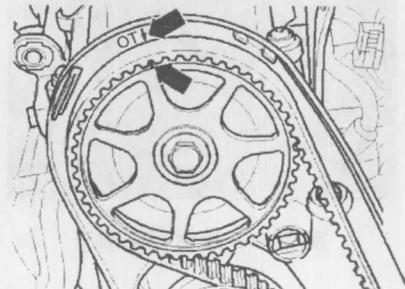
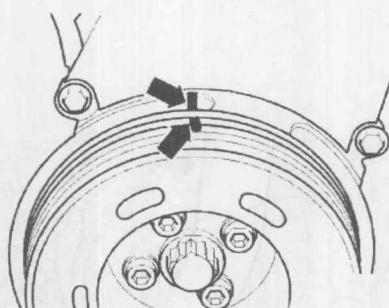
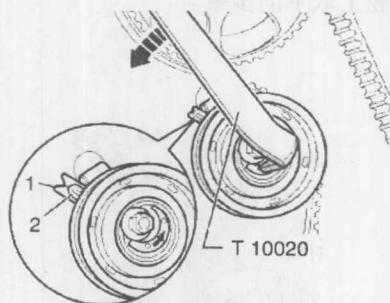

图1-4-4 对齐正时标记
图1-4-5 曲轴带轮的正时标记
图1-4-6 转动旋转器位置
⑬转动着将凸轮轴正时齿轮安装到曲轴上至1缸上止点位置。凸轮轴正时齿轮的标记必须与同步带护罩的箭头齐平，如图1-4-4所示。
⑭标记同步带的转动方向。
⑮松开带轮并将同步带取下。
⑯将曲轴略微向反方向旋转。
①将同步带放到曲轴齿轮和水泵上（注意转动方向）。
②将凸轮轴正时齿轮上的标记和同步带护罩上的标记调节到互相重合，如图1-4-4所示。
③安装中部和下部同步带护罩。
④用新螺栓安装上减振器/带盘。拧紧力矩： $10 \text{ N} \cdot \text{m} + 90^\circ$ 。
⑤将减振器上的曲轴置于1缸1的上止点，如图1-4-5所示。
⑥将同步带放在带轮和凸轮轴正时齿轮上。
⑦张紧同步带。为此在凸轮上向左（箭头方向）转动双端面孔螺母旋转器 T10020 直至限位位置，如图1-4-6所示。然后松开同步带，直至切口1和指针2位于相对位置，用 $20 \text{ N} \cdot \text{m}$ 的力矩拧紧固